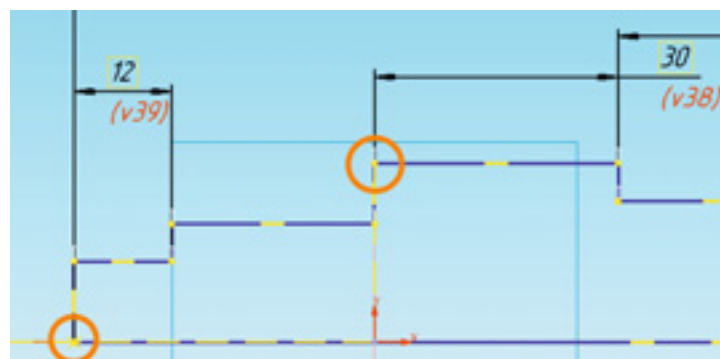

Bild 3.26:
- Der linke Absatz ist ganze **12mm** lang. Damit sind die Breiten aufgeteilt (Abb. 3.26).